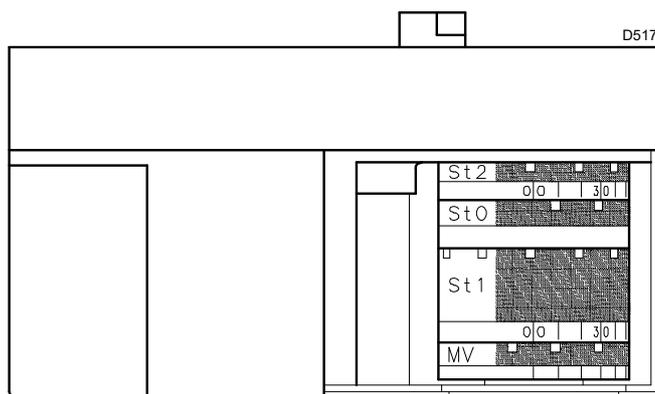

Fig. 30
- Se bisogna diminuirla, ridurre un poco l'angolo della leva arancio (Fig. 30 a pag. 28) con piccoli spostamenti successivi, cioè portarsi dall'angolo 15° a 13° - 11°....